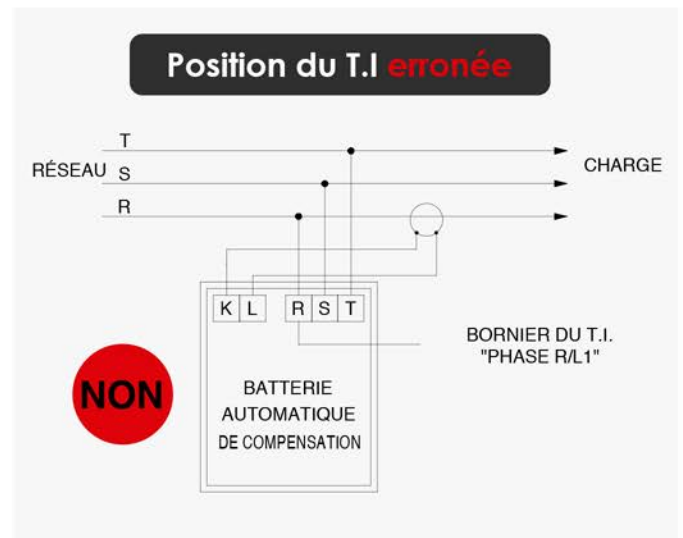

Figure 4
- Batterie de compensation branchée en amont du point où est branché le transformateur ampèremétrique (voir figure 4).